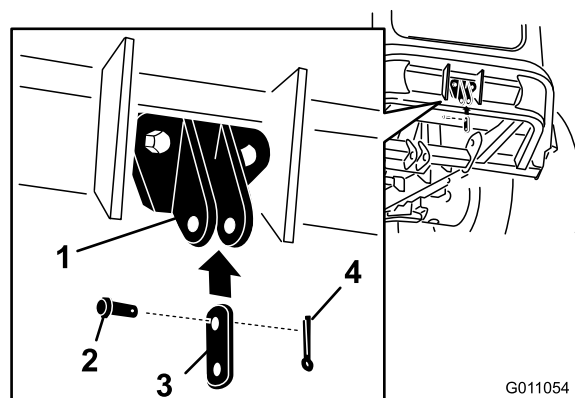

Figura 8
1. Instale el conector en el soporte de montaje del conector con un pasador pequeño y una chaveta pequeña (Figura 8).